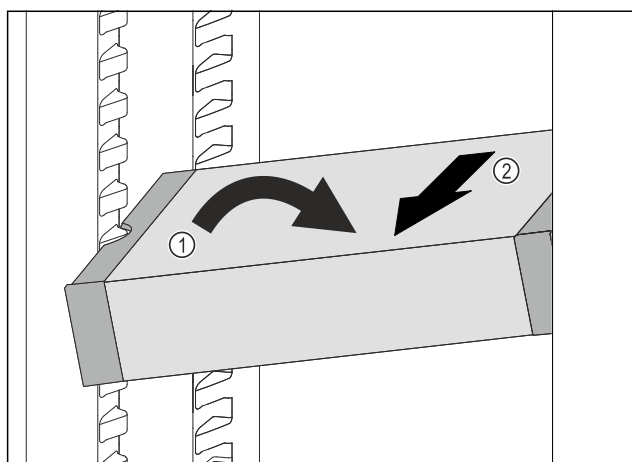

Fig. 41
- ▶ VarioSafe postavte v chladničce šikmo. Fig. 41 (1)
- ▶ VarioSafe odeberte směrem dopředu. Fig. 41 (2)